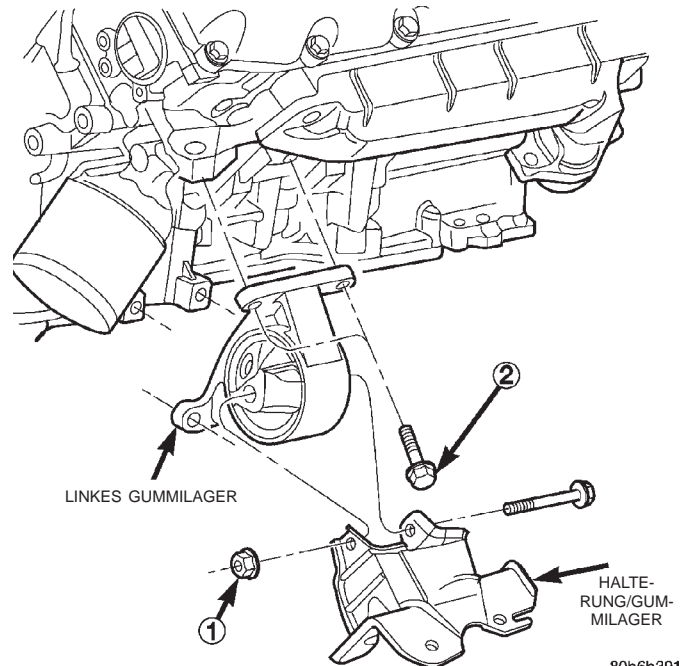
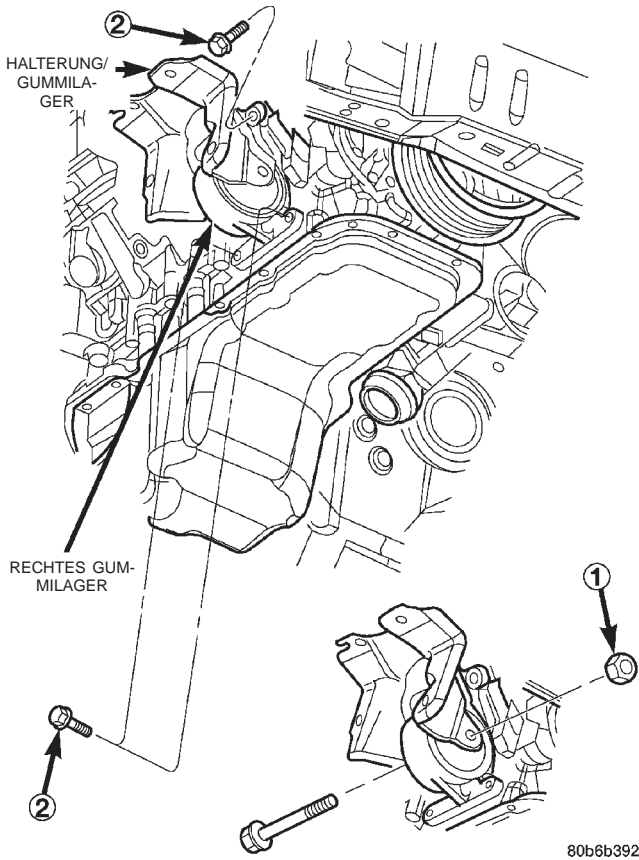

Abb. 33 Motoraufhängung links
Abb. 34 Motoraufhängung rechts
- (2) Lüfterrad, Lüfterkupplung und Lüfterabdeckung ausbauen. Näheres hierzu siehe Kapitel 7, "Kühlsystem".
- (3) Ölfilter ausbauen.
- (4) Motor mit einem Wagenheber und einem Holzblock entlang der gesamten Breite der Ölwanne abstützen.
- (5) Die vier Schrauben herausdrehen, mit denen die Halterungen/Gummilager am Motorblock befestigt sind; anschließend die Mutter von der Durchsteckschraube der Halterung/Gummilager abschrauben (Abb. 33) (Abb. 34).